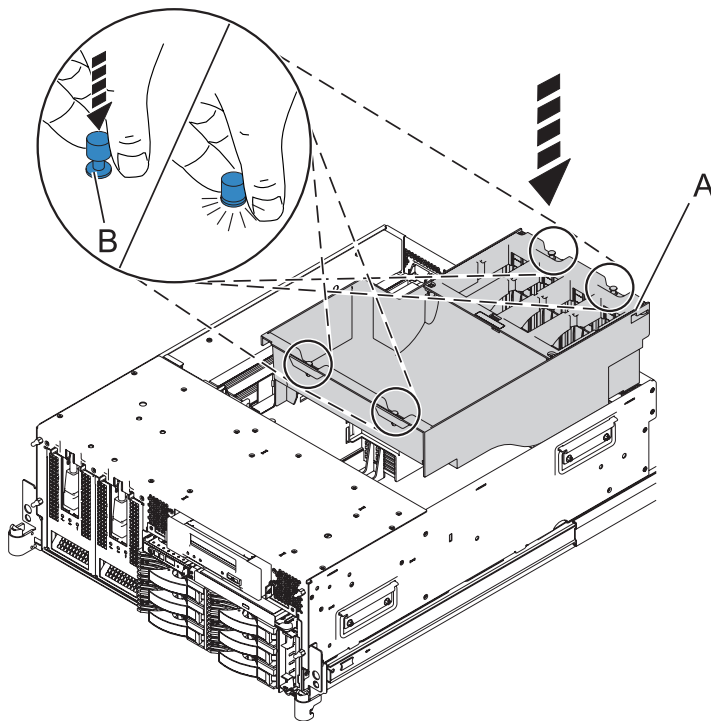

Figure 18. Remplacement de la grille d'aération
15. Remplacez la grille d'aération en insérant la grille et en sécurisant les quatre languettes de verrouillage comme illustré à la figure 18.